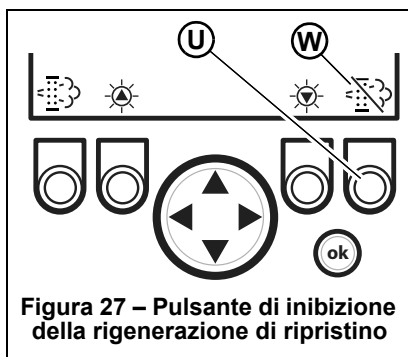

Figura 27 – Pulsante di inibizione della rigenerazione di ripristino
Per inibire temporaneamente la rigenerazione di ripristino, tenere premuto il pulsante (U, Figura 27) finché la barra sul simbolo (W) della rigenerazione di ripristino non diventi rossa.
Nota: Il simbolo di rigenerazione del DPF in corso (temperatura elevata) $\langle \rangle \uparrow \downarrow \langle \rangle$ (K, Figura 27) non appare quando viene inibita la rigenerazione di ripristino.
Nota: È possibile ignorare temporaneamente la schermata di richiesta di rigenerazione statica premendo il pulsante di inibizione della rigenerazione di ripristino (U, Figura 27) per 3 secondi. Questo finché non appaia la schermata precedente. La schermata con la richiesta di rigenerazione statica torna 1 minuto dopo essere stata respinta, per tutto il periodo in cui la richiesta rimane attiva.